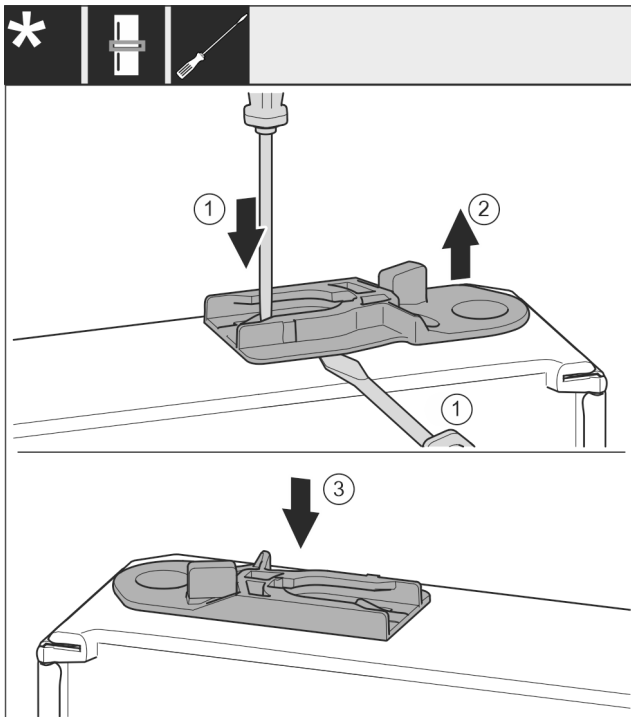

Fig. 36
- ▶ Витягніть направляюче гніздо: Натисніть шліцевою викруткою накладку і одночасно підведіть її під направляюче гніздо. Fig. 36 (1, 2)
- ▶ Направляюче гніздо, що входить до складу поставки, вставити з іншого боку корпусу. Fig. 36 (3)